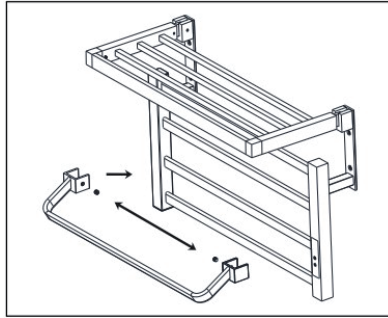

Figura 7
4. Desaperte os parafusos nos dois lados da cremalheira e prenda-a nas duas colunas da peça de aquecimento. De seguida, aperte os parafusos com a chave de fendas. Como mostra a figura 7.